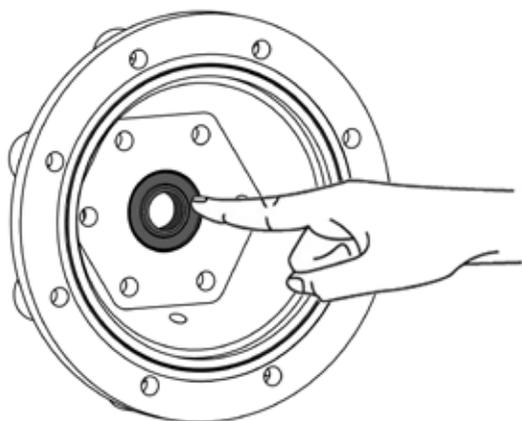

图 11
- 取下过渡段保存好推杆、弹簧和螺栓，将过渡段中间的油封撬出，再将新油封安装上。（如图 11）